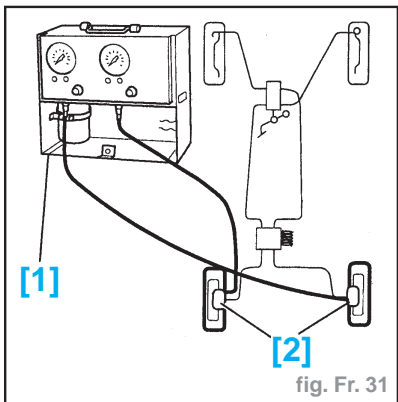

fig. Fr. 31
- Brancher les raccords de prise de pression [2] à la place des vis de purge puis l'appareil de contrôle des pressions [1] (-). **0808-ZY** (fig. Fr. 31).